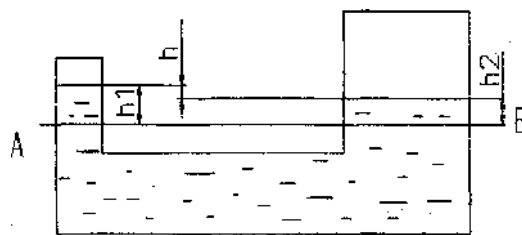

Рисунок 1
1. Відкриті з'єднані посудини заповнені різними рідинами з ρ_1 та ρ_2 . Знайти відстань від лінії розділу АВ до рівня рідини в кожній посудині h_1 та h_2 , якщо різниця рівнів рідин у посудинах становить h . (Рис. 1)